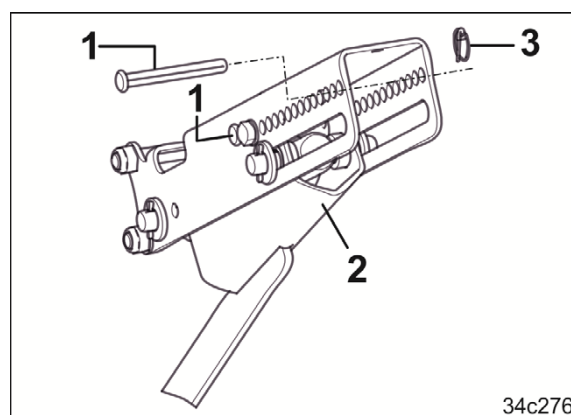

Fig. 168
2. Introduisez deux boulons (Fig. 168/1) en-dessous et au-dessus de la butée (Fig. 168/2) dans le segment de réglage et bloquez-les avec des goupilles (Fig. 168/3).